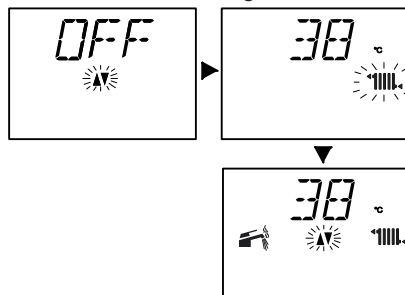

Figura 2.8
- con regolazione temperatura mandata riscaldamento minima Figura 2.8